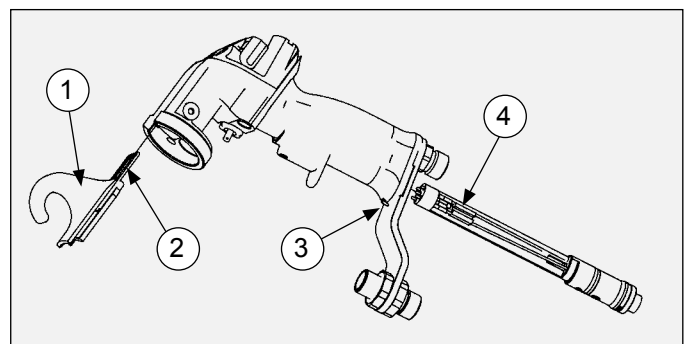

Figure 33 : Dépose de l'ensemble crochet et fiche
11. Placer les six (6) rondelles-ressorts sur la tige avec la première, la troisième et la cinquième côté concave (en coupelle) vers l'avant. Les deuxième, quatrième et sixième doivent avoir le côté coupelle vers l'arrière (voir Figure 33).
► Les six (6) rondelles-ressorts **DOIVENT** être reposées en alternance comme indiqué sur la Figure 33, sous peine de mauvais fonctionnement de l'applicateur.